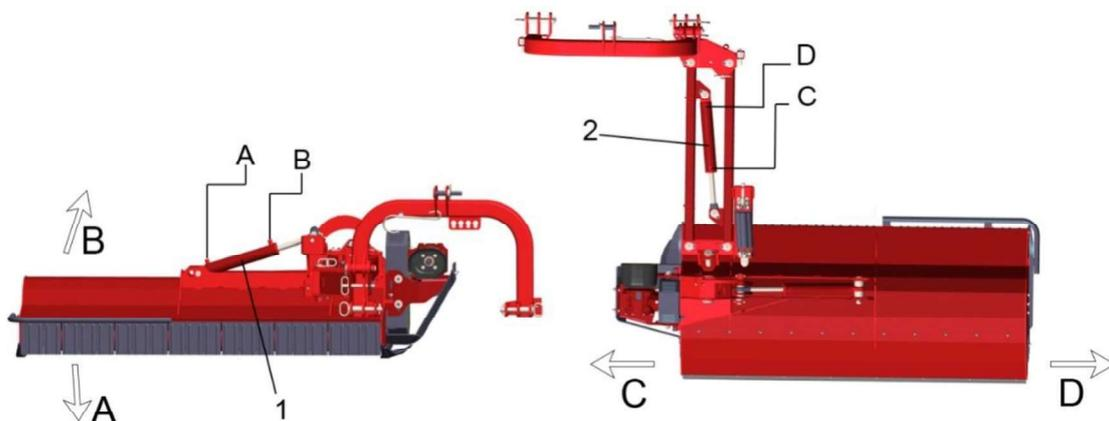

Bild 10: Anschluss der Hydraulikschläuche
- den Zylinder zum Heben 1 (Bild 10) an Hydraulikanschlüsse anschließen, die ein **SCHWIMMENDES HYDRAULIKSYSTEM** haben. Damit wird die Anpassung der Maschine an unebene Flächen sichergestellt,
Die Bedienung der Maschine erfolgt mit Hydraulikzylindern (Bild 10):
Den Zylinder zum Heben 1 (Bild 10) an Hydraulikanschlüsse anschließen, die ein **schwimmendes Hydrauliksystem** haben.